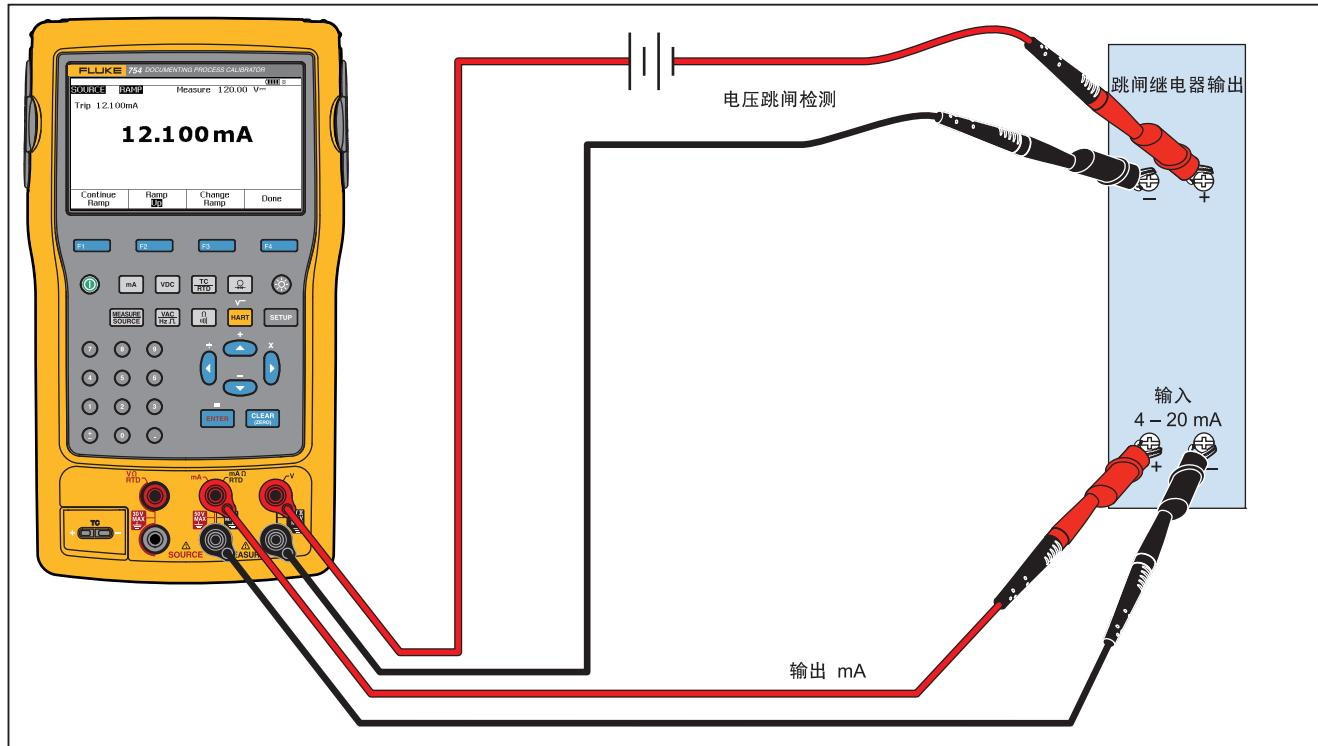

图 26. 查看继电器输出跳闸报警
12. 斜坡功能将一直持续，直到感应到跳闸（如果启用）、斜坡时间终止，或是按**停止倾斜 (Stop Ramp)** 功能键。请参阅图 26。